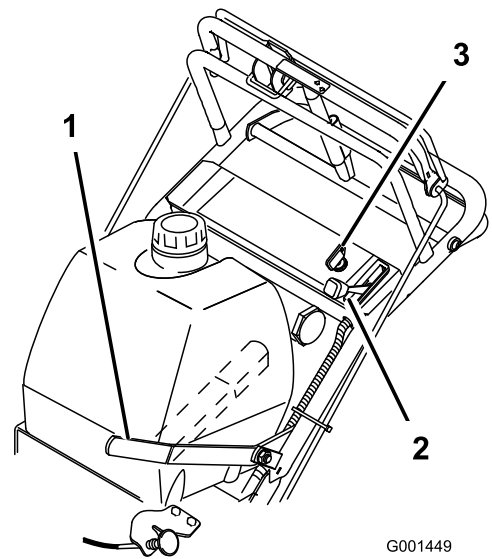

Figura 8
5. Gire la llave de contacto a la posición de **marcha** (Figura 8).
8. Tire del mando del estárter a la posición de **activado** si el motor está frío (Figura 8).
1. Mueva la palanca del acelerador a la posición de **Lento** (Figura 8).
3. Gire la llave de contacto a la posición de **Desconectado** (Figura 8).